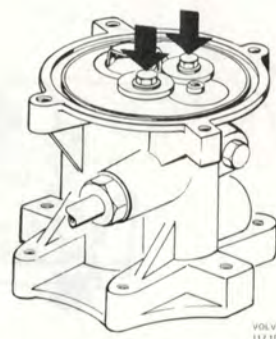

Bild 66
3. Demontera skruvarna och låsbrickorna för ventilererna (bild 66), lyft ur ventilererna och ta ur expansionsventilens O-ring i huset.
5. Placera ventilerna i huset och montera låsbrickor och fästsruvar (bild 66).